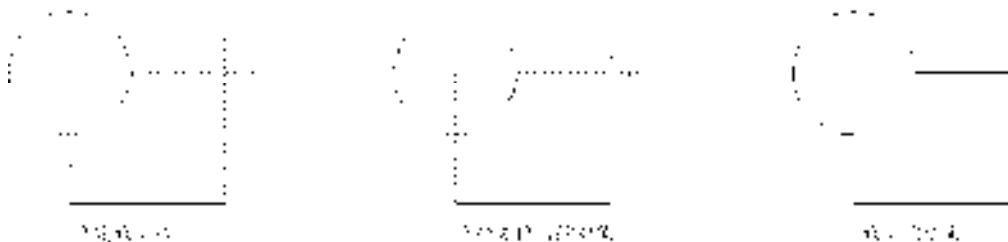

图 3-30 对象既可作为剪切边也可作为被修剪的对象
1) 对象既可以作为剪切边, 也可以是被修剪的对象, 如图 3-30 所示, 图中“×”符号处表示选取对象的位置处。